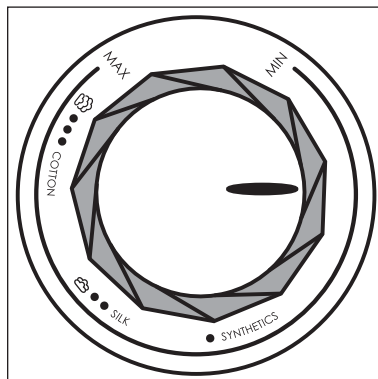

Fig. 2
- 3) Indstil den rigtige temperatur med temperaturindstillingen 6 (se tabellen nedenfor og fig. 2).